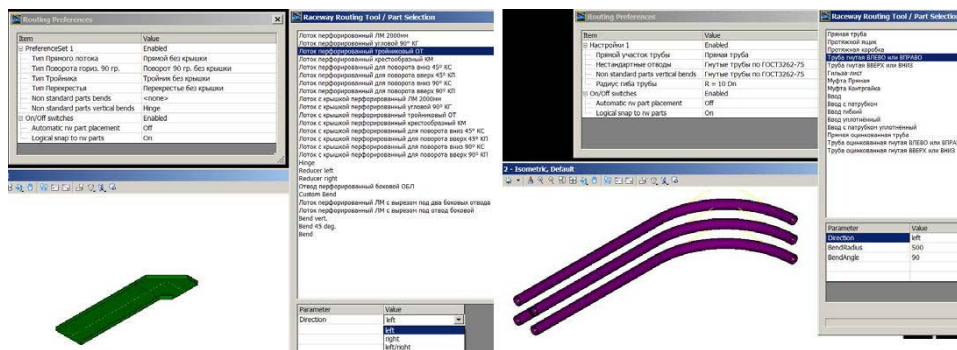

Рисунок 6 — Настройки по умолчанию при трассировке лотков, труб и вставка фитингов
- возможность гибкой настройки правил трассировки КНС (рис. 6)